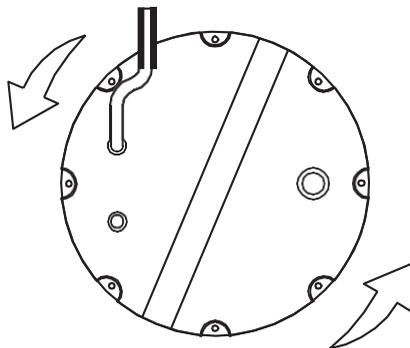

Fig. 2
3. Внимательно наблюдайте отдачу при пуске, глядя на электронасос сверху. Если направление вращения правильное, то верхняя крышка будет двигаться по часовой стрелке, как указано стрелками на чертеже (РИС.2)